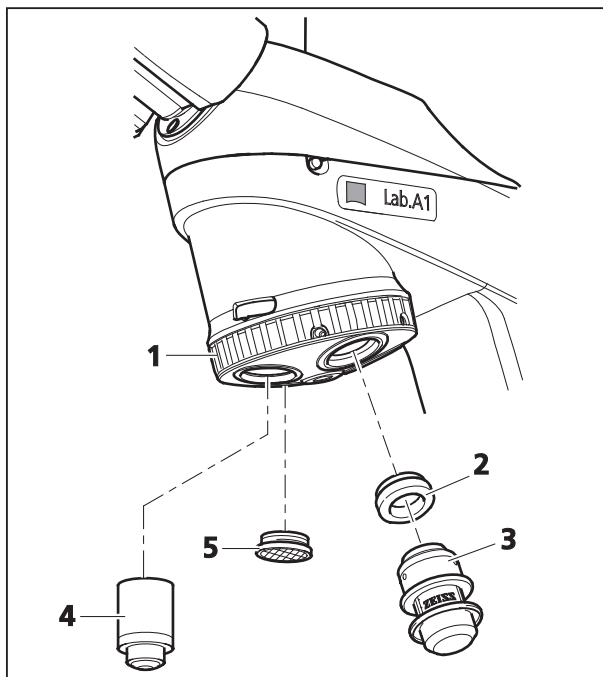

Fig. 3-8 Vissage des objectifs
- Déposez les caches de protection (Fig. 3-8/5) des ouvertures du revolver porte-objectifs.
- Sortez les objectifs (Fig. 3-8/4) de leur emballage et vissez-les sur le revolver porte-objectifs (Fig. 3-8/1) en commençant par l'objectif ayant le grandissement le plus faible (rotation dans le sens horaire).
- À la place d'un objectif, quelle que soit sa position dans le revolver, vous pouvez aussi visser le marqueur d'objet (Fig. 3-8/3) en utilisant une bague intermédiaire W0,8/M27 (Fig. 3-8/2). Si vous n'utilisez pas le marqueur d'objet pendant un certain temps, posez le cache de protection pour éviter un dessèchement précoce.